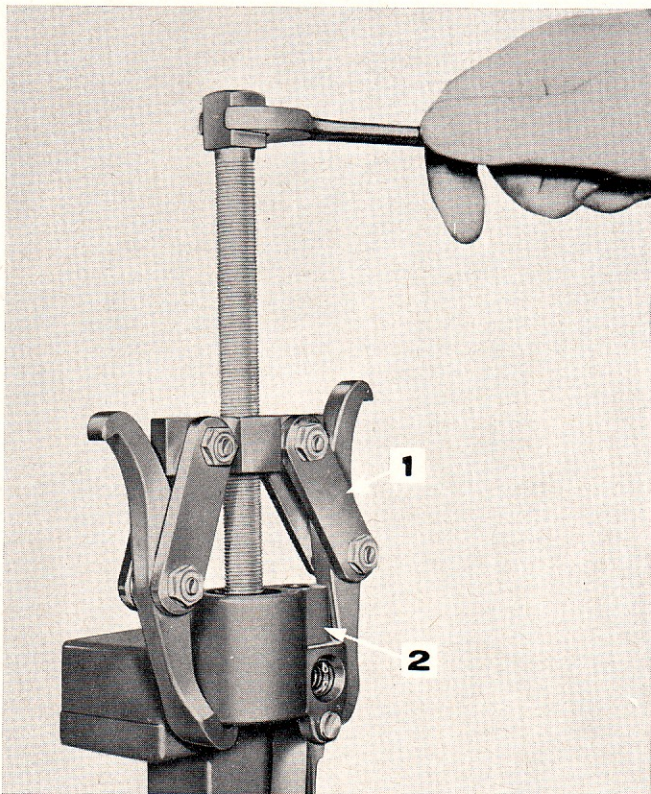

Figure 24: Compression du ressort de freinage
5. Comprimer le ressort de freinage en appuyant sur la rondelle arrière avec l'extracteur 1001 (Figure 24). Extraire du carter le frein, puis la rondelle, le ressort et le piston de freinage.